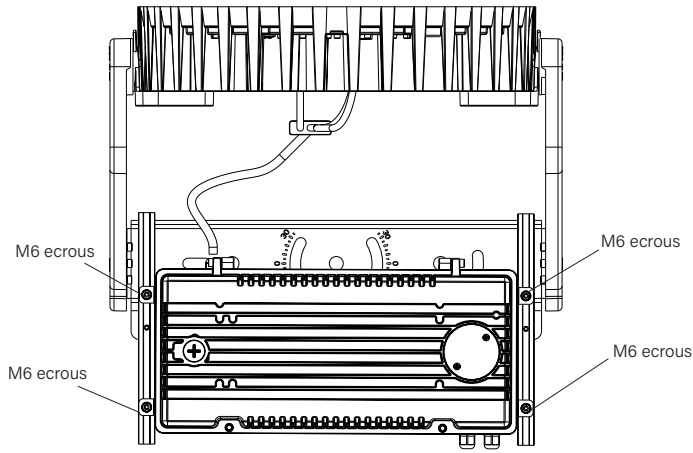

Figure 24
- Desserrez les (4) écrous M6 du boîtier du pilote, comme indiqué sur la figure 24.